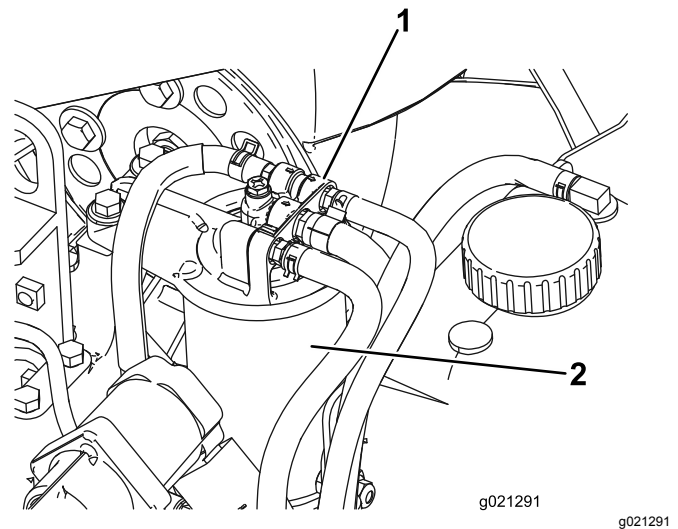

Figure 59
1. Nettoyez la surface autour de la tête du filtre à carburant (Figure 59).
2. Déposez le filtre et nettoyez la surface de montage de la tête du filtre (Figure 59).